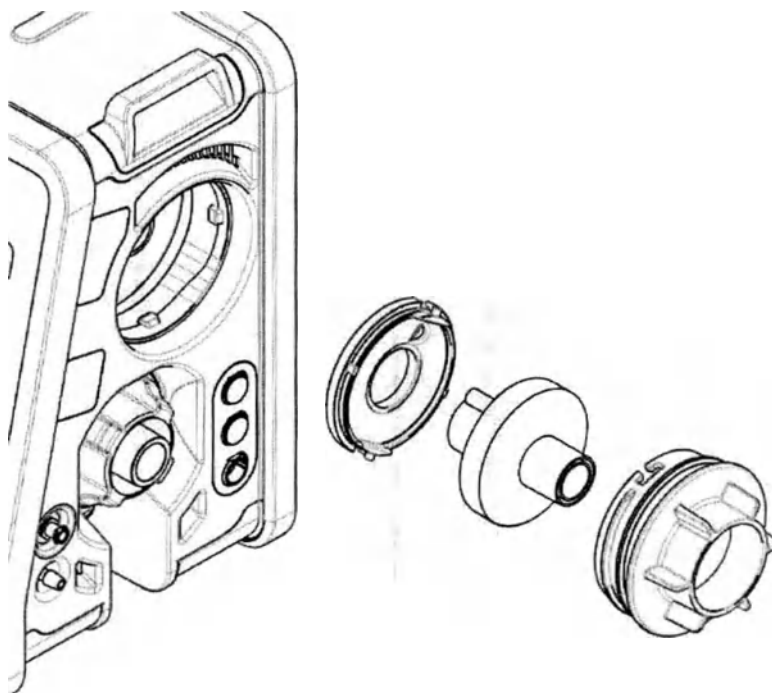

Рисунок 3.4 – Замена фильтра на вдохе
- а) Открутить штуцер вдоха (рисунок 3.4);